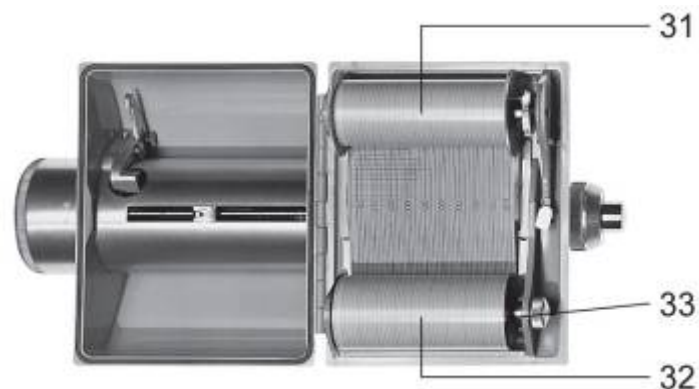

Рис. 3.2. Заправка нового рулона бумажной ленты
- Позвольте плунжеру (1) сработать, как описано на рис. 3.2 в разделе «Метод измерения», с. 4.
- Протрите плунжер (1) и корпус (3) чистым куском ткани.